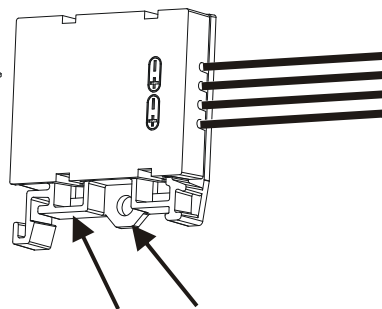

Fig. 2
- on a surface by means of a screw or cable ties (Fig. 2).
- auf einem Untergrund mittels Schraube oder Kabelbinder (Fig. 2)
- sur un fond au moyen de vis ou de serre-câbles (Fig. 2)